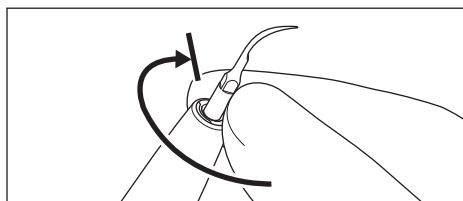

図13
- 1) チップは最初手で軽くしまるまでねじ込みます。（図13）